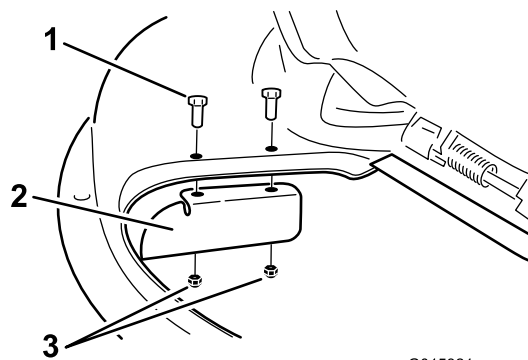

Bild 31
9. Montieren Sie das Versatzablenkblech an den Clipmontagepfosten. Bild 31. Befestigen Sie das Ablenkblech mit den zwei Sicherungsmuttern (5/16 Zoll) am Mähwerk.